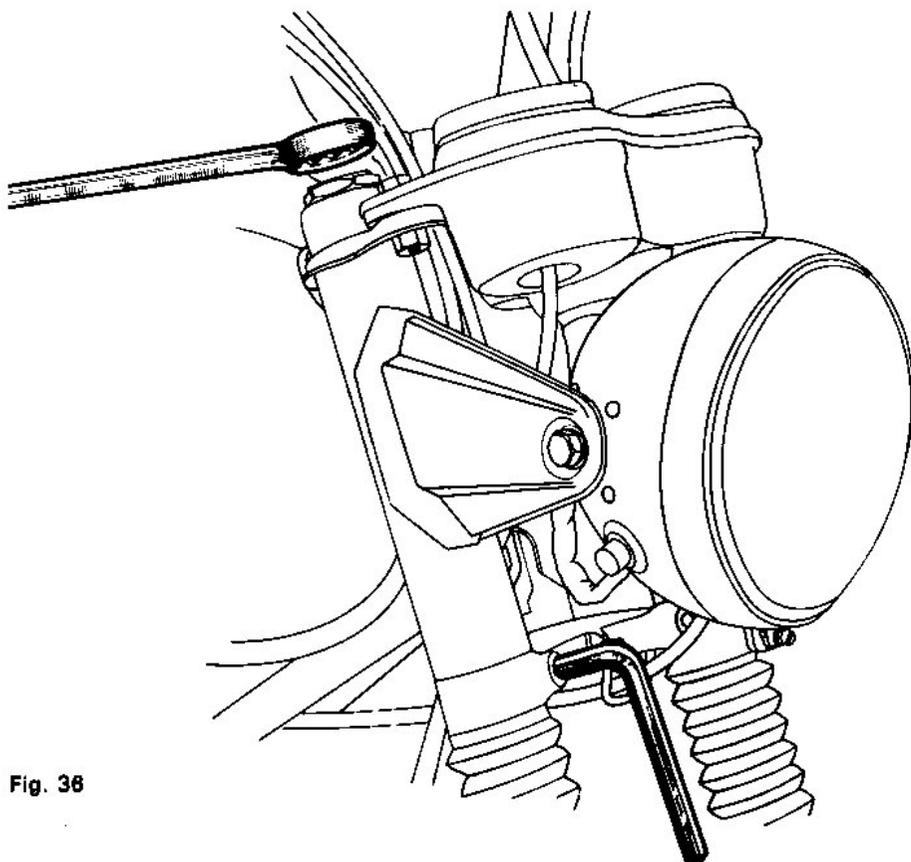

Fig. 36
- 1° dévisser les écrous aluminium de 30 $\frac{m}{m}$ à la partie supérieure (clé polygonale), fig. 36 ;
- 4° répéter la même opération sur plaque inférieure (émaillée gris) comme indiqué fig. 36 ;